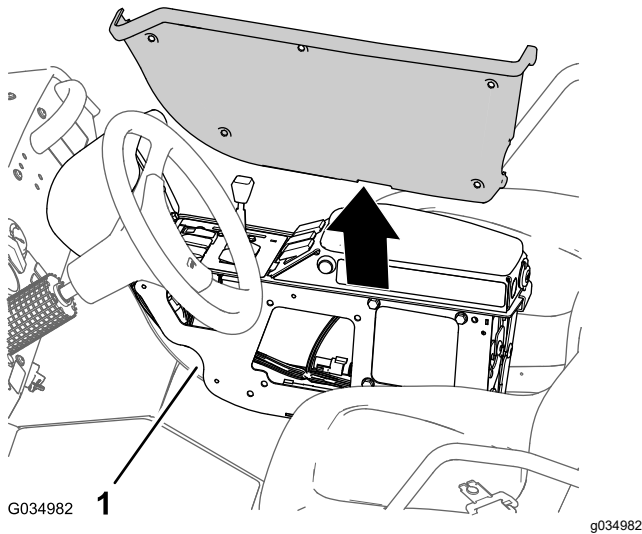

Bild 99
- Fluchten Sie die Abdeckung, die Sie entfernt haben (Bild 99), mit der linken Seite der mittleren Konsole aus.